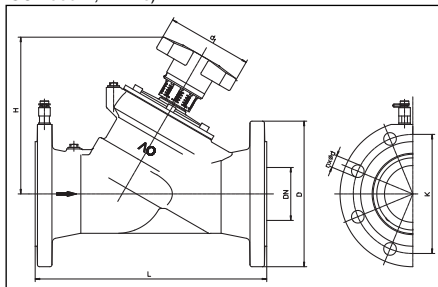

Fig. 2 Encombrements DN 65 à DN 150
**⚠ Les signalements de danger sous fig. 2 (consignes de sécurité) sont à respecter!**